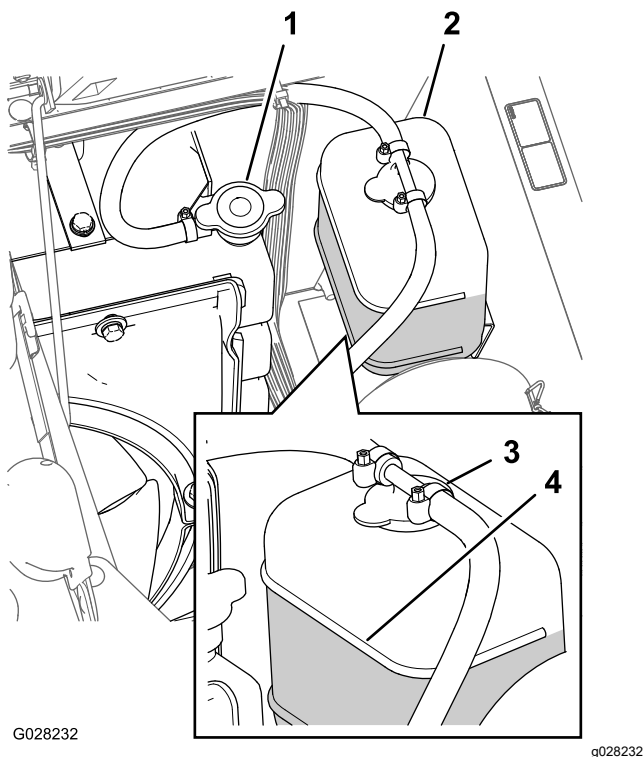

Bild 100
3. Schrauben Sie den Kühlerdeckel und den Deckel vom Ausdehnungsgefäß vorsichtig ab (Bild 100).
Hinweis: Der Kühler muss bis zur Oberkante des Füllstutzens, und das Ausdehnungsgefäß bis zur Voll-Markierung am Behälter gefüllt sein (Bild 100).
- Wenn der Kühlmittelstand niedrig ist, nehmen Sie den Deckel des Ausdehnungsgefäßes und den Kühlerdeckel ab. Füllen Sie dann das Ausdehnungsgefäß bis zur VOLL-Markierung und den Kühler bis zur Oberkante des Einfüllstutzens (Bild 100).
- Drehen Sie die Deckel wieder auf das Ausdehnungsgefäß und den Kühler auf (Bild 100).
- Warten Sie, bis der Motor abgekühlt ist, und nehmen Sie dann den Kühlerdeckel ab (Bild 100).
- Nehmen Sie den Kühlerdeckel ab (Bild 100).
8. Lassen Sie den Motor an, wenn der Deckel lose auf dem Kühler sitzt (Bild 100).
10. Wenn das Kühlmittel warm ist, füllen Sie Kühlmittel bis zur Dichtungsoberfläche des Deckels nach und drehen Sie den Deckel fest (Bild 100).
11. Nehmen Sie den Deckel des Ausdehnungsgefäßes ab und füllen Sie den Behälter bis zur Cold-Markierung mit Kühlmittel (Bild 100).